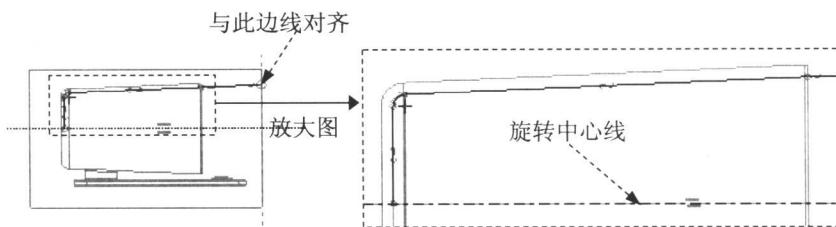

图 1.11 截面草图
③ 先绘制如图 1.11 所示的旋转中心线, 然后用“使用边”的方法绘制截面草图(注意: 截面图形不封闭)。完成后, 单击“草绘完成”按钮 **✓**。
(4) 在操控板中, 选取深度类型 **上** (即“定值”拉伸), 输入旋转角度值 360。
(5) 在操控板中, 单击按钮 **预览** 预览所创建的特征; 单击“完成”按钮 **✓**。